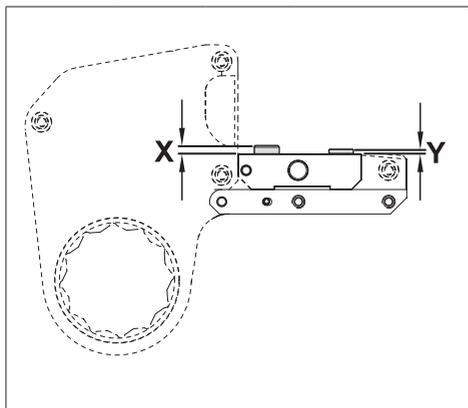

图 21
- 检查动力头定位销 (K10) 和失效安全定位销 (K11) 的高度是否合适。参见图 21 中的尺寸“X”和“Y”。